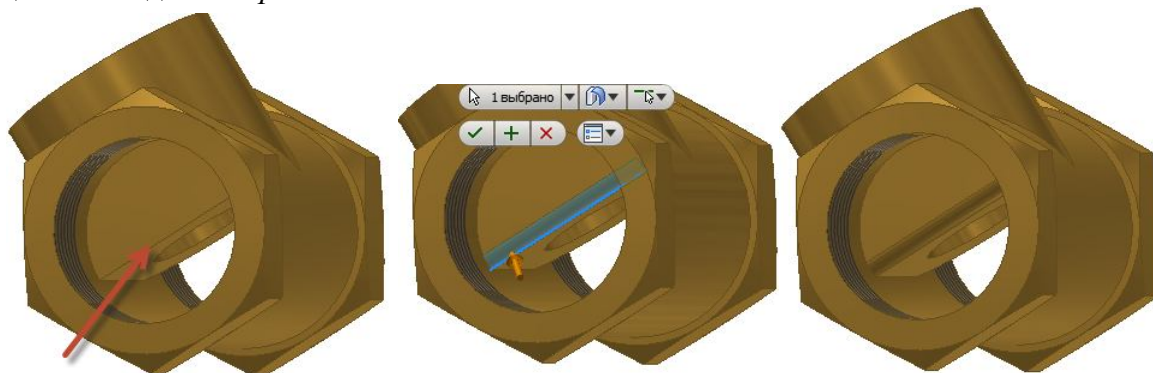
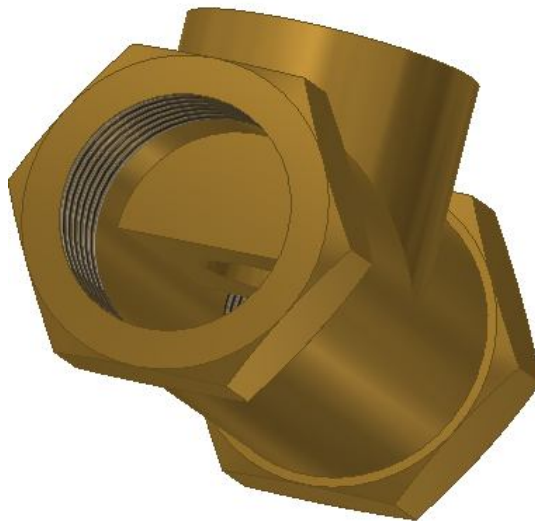

Рис. 1.26.
Рис. 1.27.
22. Модель примет вид (рис. 1.26). Скруглите образовавшиеся острые ребра с помощью команды «Сопряжение» .
23. ***Постройте нижнюю перегородку.*** Построение нижней перегородки будет состоять из двух этапов. На первом создадим плоскую стенку у внутренней части цилиндра (рис. 1.27) аналогичной тому, как это было сделано выше для противоположной стороны цилиндра (рис. 1.26).